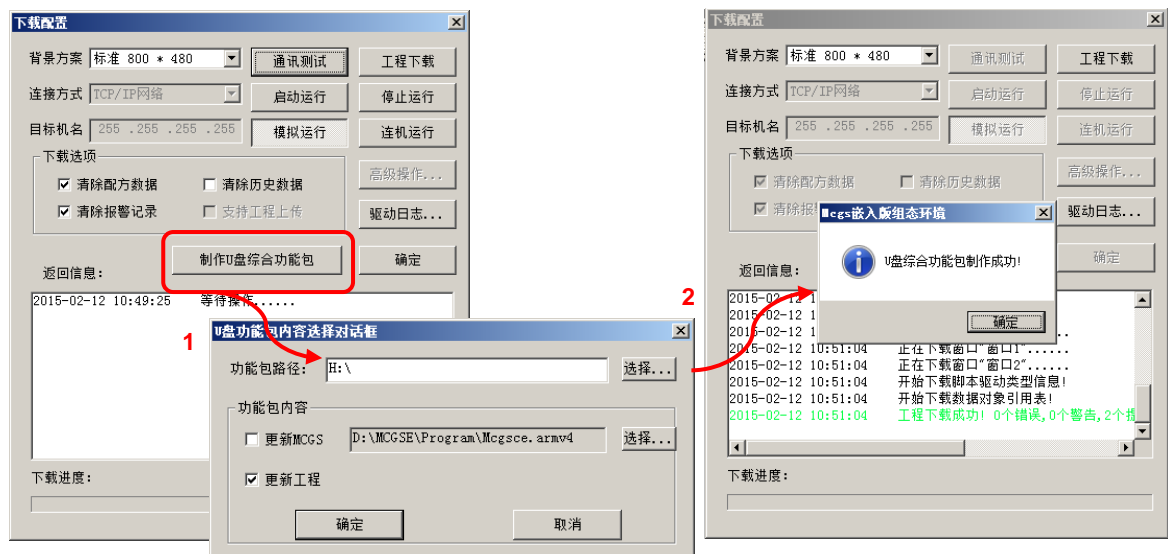

图 3.3.1
- 电脑识别U盘之后。点击工具条中的下载按钮 (或按F5)，打开“下载配置”窗口。点击“制作U盘综合功能包”。如图3.3.1所示。
■ 在弹出的“U盘功能包内容选择对话框”内容选择对话框中勾选更新工程，点击确定，在下载配置框下方的返回信息中可以看到相关信息，完成时会弹出如图3.3.1所示制作成功的提示窗口。